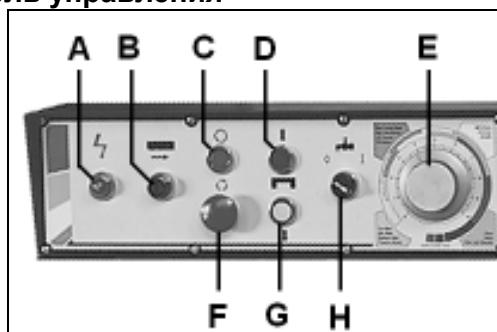

Рис. 1
1. Используя подъёмные ремни соответствующей грузоподъёмности, которые должны быть изолированы от поверхностей станка, поднимите станок и установите на место работы. См. Рис. 1.